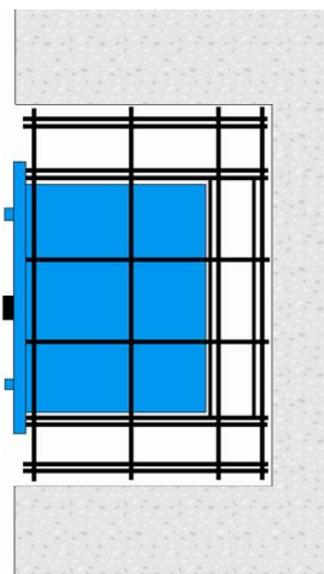

Рисунок 3
6. Аккуратно разместите сейф, выровняйте по уровню, убедившись, что фронтальная часть сейфа совпадает с краем стены (“заподлицо”). (Рисунок 3)